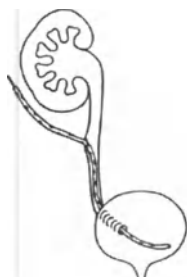

Fig. 3
2. Зафиксируйте стент и проводник между большим и указательным пальцами, продвиньте стент через разрез в мочеточнике и в мочевой пузырь (Рис. 3).